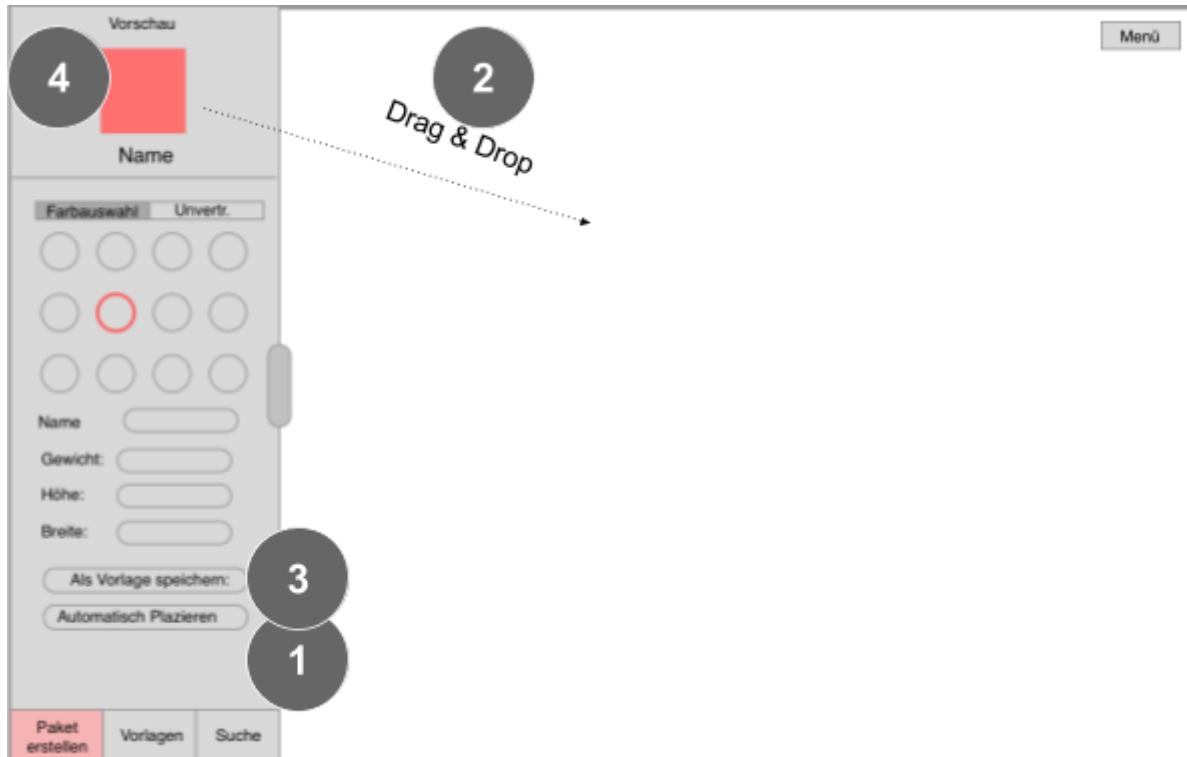

Abbildung 15: Funktionsverknüpfung: Paket Erstellen Modus
Nachfolgend (Abb. 15) ist der “Paket Erstellen Modus” und die vorhandenen Methodenverknüpfungen dargestellt.
4. Inhalt der Textboxen (Name, Gewicht, ...) ist an die jeweiligen Properties des aktuellen PaketViews gebindet (*Vorschaubereich oben in Abb. 15*). Die PaketView wird beim öffnen des Menüs automatisch erstellt (mit Standardwerten).